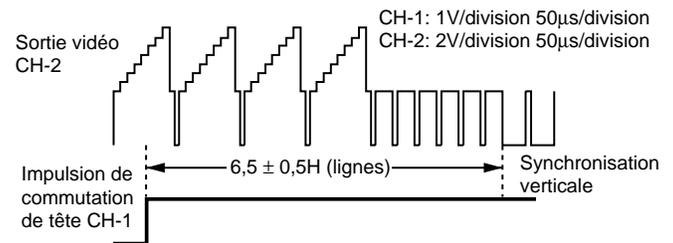

Figure 5-2.
6. Effectuez ce réglage en observant la forme d'onde sur l'oscilloscope, comme le montre la figure 5-2, immédiatement après que le point de commutation de tête a été réglé.